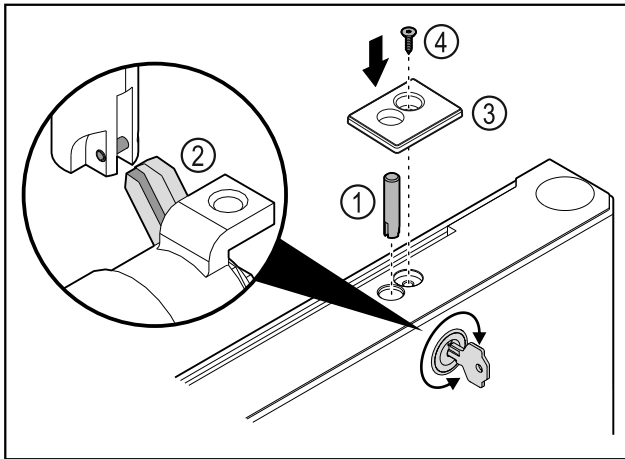

Fig. 42
- Aseta lukkopultti Fig. 42 (1) paikalleen.
- Kierrä lukkoa hiukan, jotta lukkopultti Fig. 42 (2) lukittuu lukon rakoon.
- Aseta suojus Fig. 42 (3) paikalleen.
- Aseta ruuvi Fig. 42 (4) paikalleen.